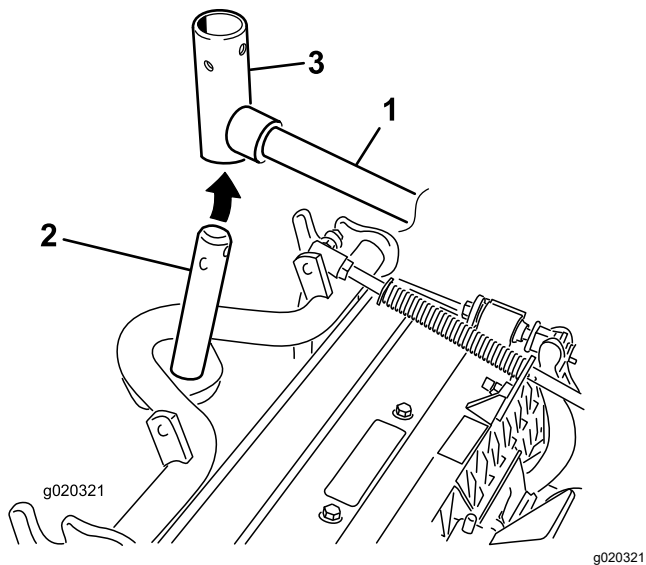

図 10
10. フロントに取り付けるカッティングユニットは、昇降アームの下に入れるときにキャリアフレームのシャフトを昇降アームのピボットヨークに挿入する **図 10**。
- B. 昇降アームのヨークをキャリアフレームのシャフトに通す **図 10**。